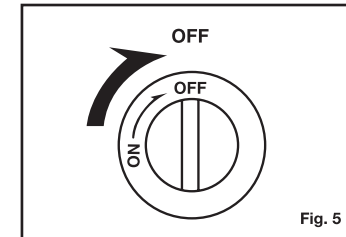

Fig. 5
- Après l'utilisation, mettez le bouton d'allumage en position "OFF" (éteint) et vérifiez l'extinction de la flamme (Fig.5).
- After use, turn the ignition knob back to "OFF" position and make sure the burner is put out. (Fig. 5)